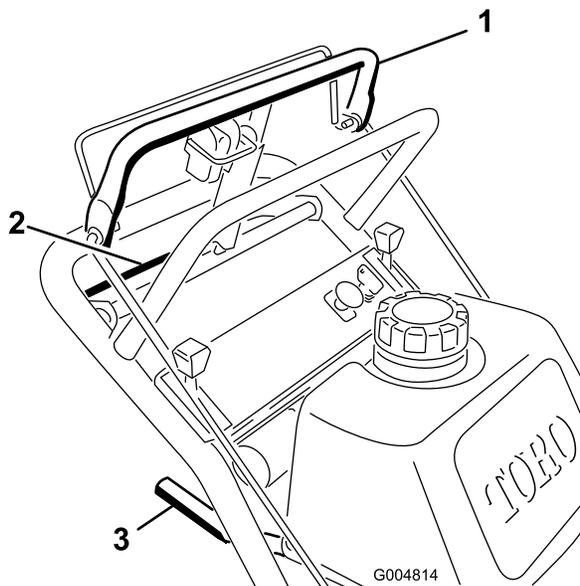
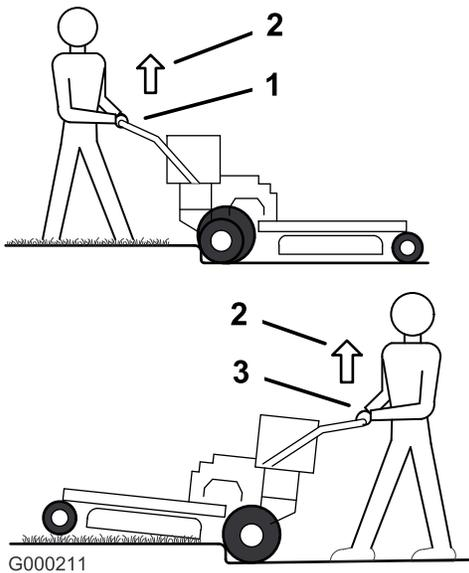

Figure 9
Figure 10
1. Pour vous déplacer en marche avant, sélectionnez une vitesse en marche avant (Figure 9).
3. Appuyez lentement sur la barre de commande supérieure pour avancer (Figure 9).
Pour vous déplacer en ligne droite, appliquez une pression égale aux deux extrémités de la barre de commande supérieure (Figure 9).
Pour tourner, relâchez la pression sur le côté de la barre de commande supérieure dans la direction que vous voulez prendre (Figure 9)
3. Rapprochez lentement la barre de commande inférieure de la partie inférieure du guidon pour vous déplacer en marche arrière (Figure 9).
3. Conduisez la machine jusqu'à ce que les roues pivotantes rencontrent la bordure (Figure 10).
4. Appuyez sur le guidon pour soulever l'avant de la machine (Figure 10).
5. Conduisez la machine jusqu'à ce que les roues motrices rencontrent la bordure (Figure 10).
6. Abaissez l'avant de la machine (Figure 10).
7. Engagez la barre de commande inférieure et soulevez la partie inférieure du guidon simultanément pour monter sur la bordure (Figure 9 et Figure 10).
3. Conduisez la machine jusqu'à ce que les roues motrices rencontrent la bordure (Figure 10).
4. Engagez la barre de commande inférieure et soulevez la partie inférieure du guidon simultanément (Figure 9 et Figure 10).